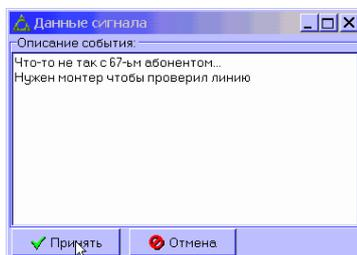

Рисунок 17 - Пример отчета о событии «Блокировка сигнализации»
- «Отчет о событии» (см. рисунок 17). Этот пункт вызывает диалог заполнения отчета о предшествующем событии, путях его решения и предпринимаемых действиях. После заполнения запись заносится в журнал дежурств.